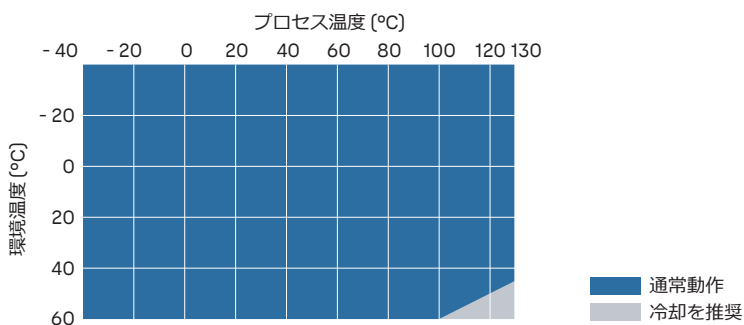

図 44 プロセス温度と推奨される冷却
- 図 44 (ページ 187)に従って、追加冷却を使用します。図に示されている値は指標値です。必要な冷却は、設置場所と設置環境によって異なります。